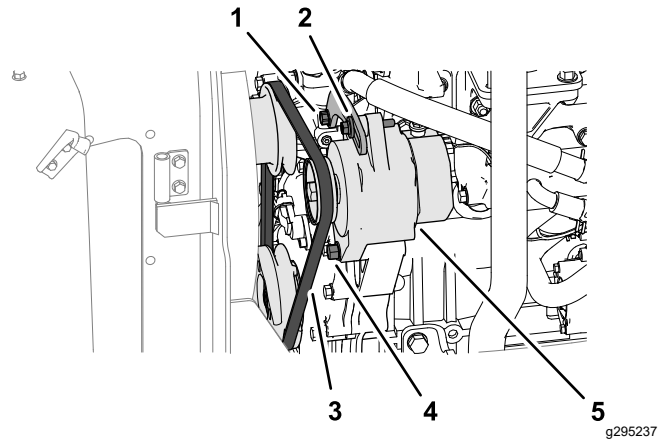

Figura 67
1. Applicate una forza di 10 kg sulla cinghia dell'alternatore (Figura 67), al centro tra le pulegge.
- Se l'inflessione della cinghia è minore di 10 mm, allentate il bullone orientabile dell'alternatore e il bullone della tensione (Figura 67), e riducete la tensione della cinghia.
- Se l'inflessione della cinghia è maggiore di 10 mm, allentate il bullone orientabile dell'alternatore e il bullone della tensione (Figura 67), e aumentate la tensione della cinghia.
Nota: Se necessario, allentate il bullone della staffa della tensione (Figura 67).
3. Serrate i bulloni (Figura 67).